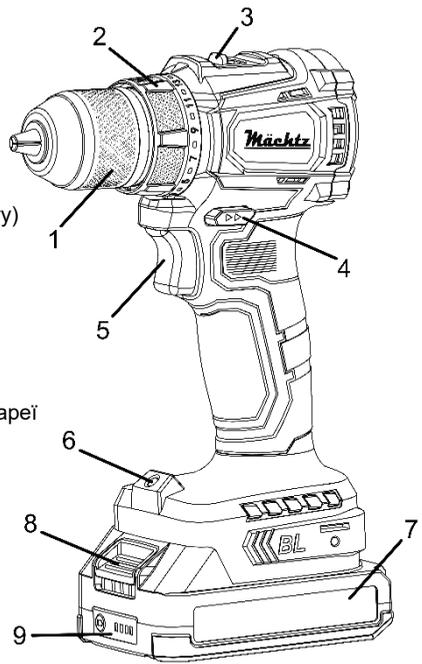
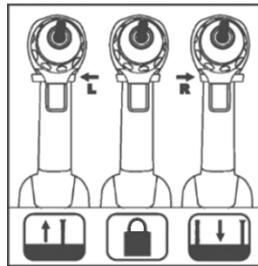
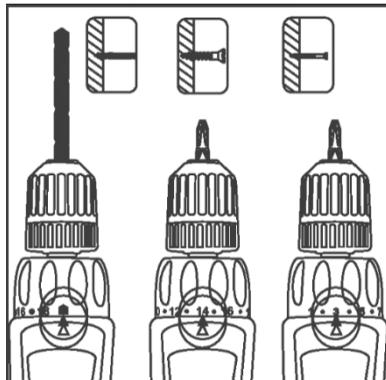

Рисунок 1
Рисунок 2
Рисунок 3
- щоб увімкнути виріб, натисніть на пускову кнопку (5, рисунок 1) з необхідним зусиллям;
- для вибору необхідного напрямку обертання патрона залежно від характеру виконуваної операції перемістіть перемикач реверсу (4, рисунок 1) в потрібне положення, натиснувши до упору кнопку з відповідним символом (дивіться рисунок 2);
- блокування пускової кнопки (5, рисунок 1) для запобігання випадковому ввімкненню електродвигуна виробу, здійснюється переміщенням перемикача реверсу (4, рисунок 1) в середнє (проміжне) положення (дивіться рисунок 2). Блокування необхідно застосовувати при зміні робочого інструмента та під час транспортування (зберігання) виробу.
- перемістіть повзунок механічного перемикача (3, рисунок 1) до упору в положення «1» для вибору швидкісного діапазону 0-450 об/хв або до упору в положення «2» для діапазону 0-1500 об/хв;
4.6.1 Для виконання операцій загвинчування/відгвинчування встановіть необхідний крутний момент, сумістивши виbrane значення на кільці регулятора крутного моменту (2, рисунок 1) зі стрілкою на верхній частині корпусу виробу (дивіться рисунок 3).
4.6.2 При виконанні технологічної операції «свердління» встановіть максимальний крутний момент без прослизання торсіонної муфти (без спрацьовування «тріскачки»), сумістивши значок «свердло» на кільці регулятора крутного моменту (2, рисунок 1) зі стрілкою на верхній частині корпусу шурупверта (дивіться рисунок 3).